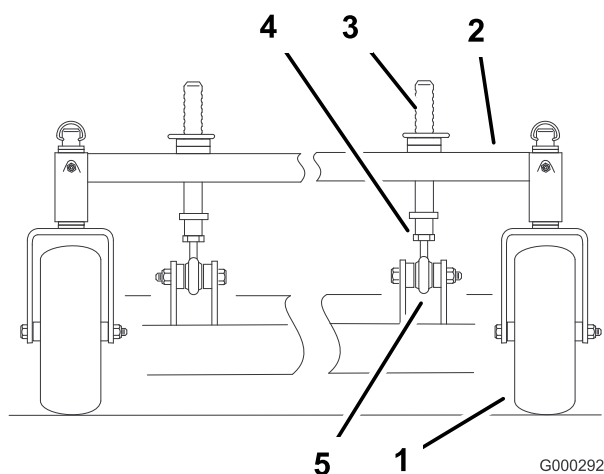

Figura 57
6. Apriete las contratuercas (Figura 57).
1. Para cambiar la inclinación longitudinal, pueden ajustarse los pilares delanteros de ajuste de altura de corte (Figura 57).
2. Para elevar la parte delantera de la carcasa, afloje la contratuerca y haga girar el pilar delantero en el sentido de las agujas del reloj (Figura 57).
3. Para bajar la parte delantera de la carcasa, afloje la contratuerca y haga girar el pilar delantero en el sentido contrario de las agujas del reloj (Figura 57).